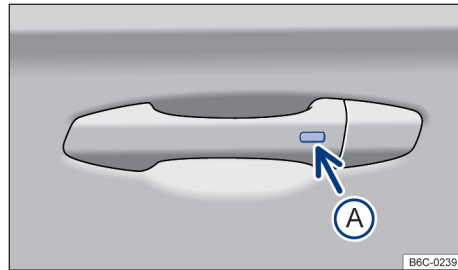

Fig. 55 En la manilla interior de la puerta: tecla para bloquear o desbloquear.
- 1 Presionar la tecla → fig. 55 (A) en el exterior de la manilla interior de la puerta.
- 2 Presionar la tecla → fig. 55 (A) en el exterior de la manilla interior de la puerta.
- Dentro de 5 segundos, presione la tecla en el exterior de la manilla interior de la puerta → fig. 55 (A). Así, no sujetar la manilla de la puerta. El sistema de cierre y arranque sin llave "Keyless Access" está temporalmente desactivado.